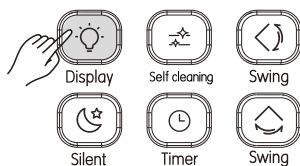

Fig. 3.13
- 1) Quando il dispositivo è acceso o spento, premendo  (vedi Fig. 3.13), il display dell'unità interna si accende.